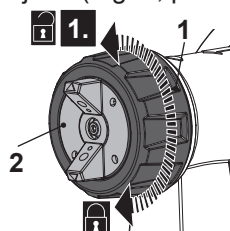

Fig. 6
- > Gire la tuerca de unión (1) en el sentido de las agujas del reloj para aflojarla (Fig. 6, paso 1) hasta que el casquillo de aire (2) se pueda girar sin dificultad (cuando se ve desde la posición del usuario).